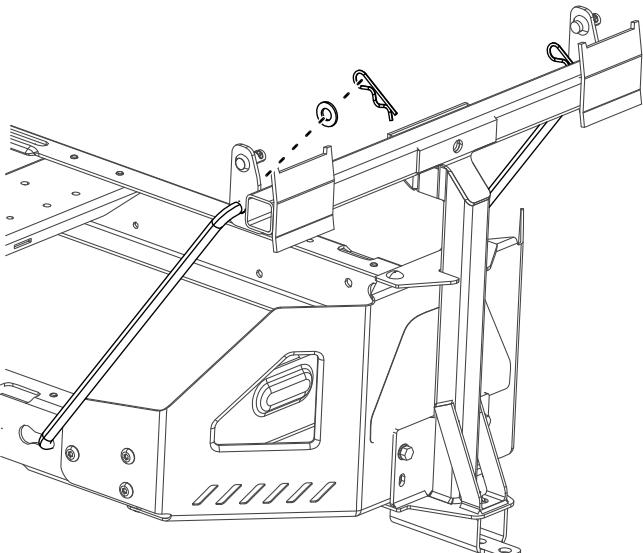

図 8
- 機体フレームの左側にあるキー付きスロットに、ロッドの曲がって太い方の端部を差し込み、ロッドを後方にずらしてフレームに取り付ける図 8。
- ロッドの曲がった方の端部を、図 8 のようにアタッチメントマウントに差し込み、各ロッドの端部をワッシャとヘアピンコッターで固定する。
2. ピボットフレームにピボットブラケットを取り付ける図 8。